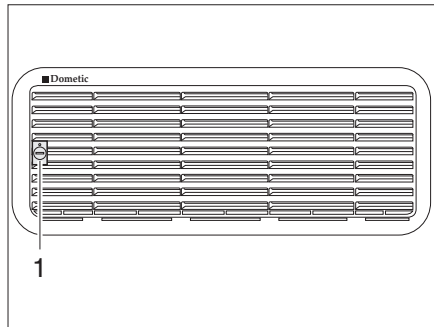
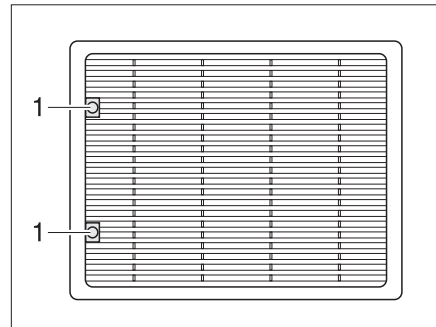

Fig. 131 Rejilla de ventilación del frigorífico (Dometic pequeño)
Fig. 132 Rejilla de ventilación del frigorífico (Dometic grande)
- Girar el tornillo (Fig. 131,1 ó Fig. 132,1) un cuarto de vuelta con la ayuda de una moneda.